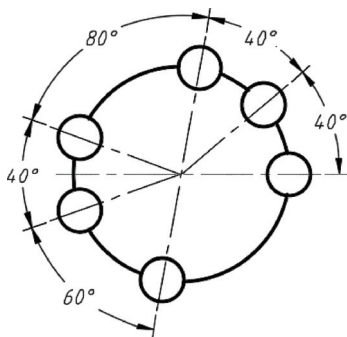

图 8-32 完成连续标注
- 5** 使用对象捕捉继续指定其他尺寸界线原点,然后按两次〈Enter〉键结束命令,完成连续标注的结果如图 8-32 所示。